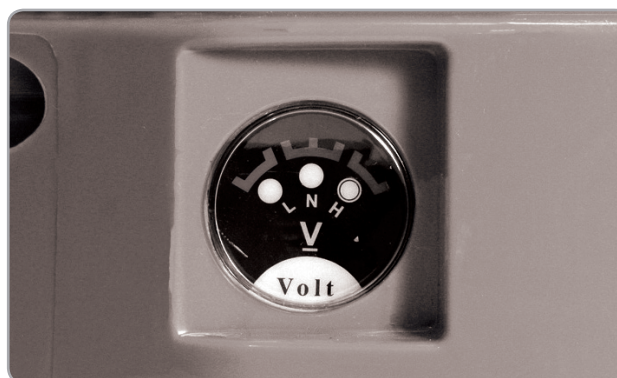

Fig.5
- Indicatorul LED oferă informații precise privind starea bateriei: Fig 5